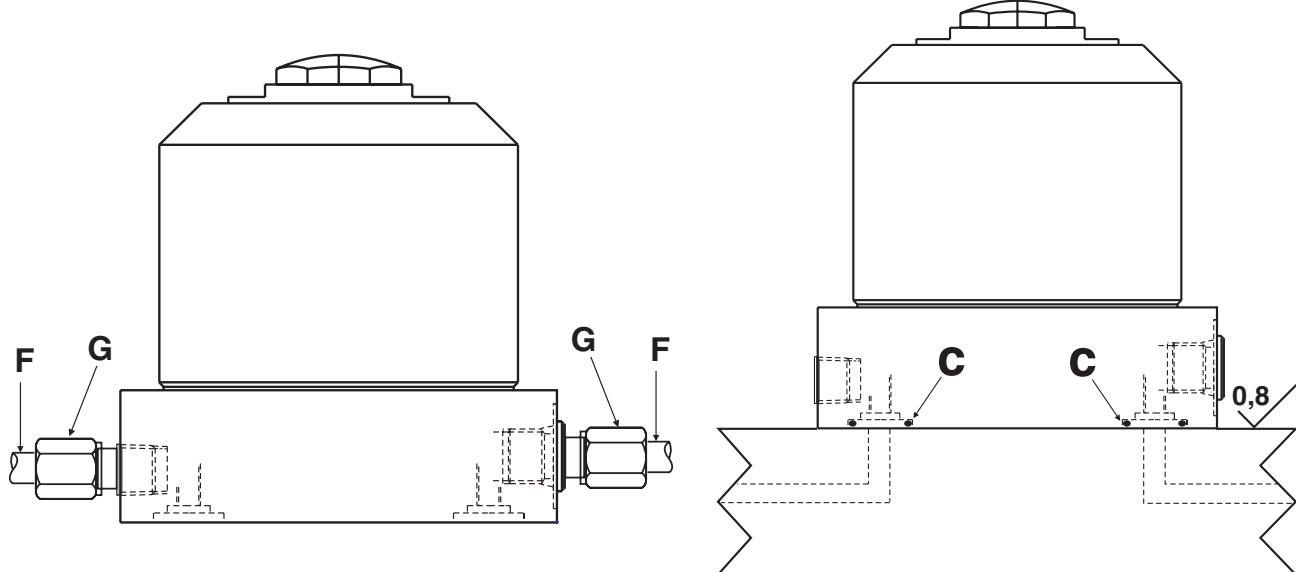

Abbildung 4 - Abstützylinder mit „Luftspülung“ / „Luftfederung“ bei Verwendung des seitlichen Entlüftungsanschlusses
1. Eine Lufterdruckleitung (F) an den seitlichen Entlüftungsanschluß (siehe Abbildung 4) oder an den Verteilerrohr-Entlüftungsanschluß (siehe Abbildung 5) anschließen. Falls die Leitung an den seitlichen Entlüftungsanschluß angeschlossen wird, muß zunächst das Entlüfteranschlußstück entfernt werden. Falls die Leitung an den Verteilerrohr-Entlüftungsanschluß angeschlossen wird, die Verschlußschraube und die Dichtung aus Kupfer vom Anschluß entfernen, den mitgelieferten O-Ring leicht einfetten und den O-Ring in der Senkung um den Anschluß anbringen.
3. Eine Lufterdruckleitung (F) an den seitlichen Entlüftungsanschluß (siehe Abbildung 4) oder an den Verteilerrohr-Entlüftungsanschluß (siehe Abbildung 5) anschließen. Falls die Leitung an den seitlichen Entlüftungsanschluß angeschlossen wird, muß zunächst das Entlüfteranschlußstück entfernt werden. Falls die Leitung an den Verteilerrohr-Entlüftungsanschluß angeschlossen wird, die Verschlußschraube und die Dichtung aus Kupfer vom Anschluß entfernen, den mitgelieferten O-Ring leicht einfetten und den O-Ring in der Senkung um den Anschluß anbringen.